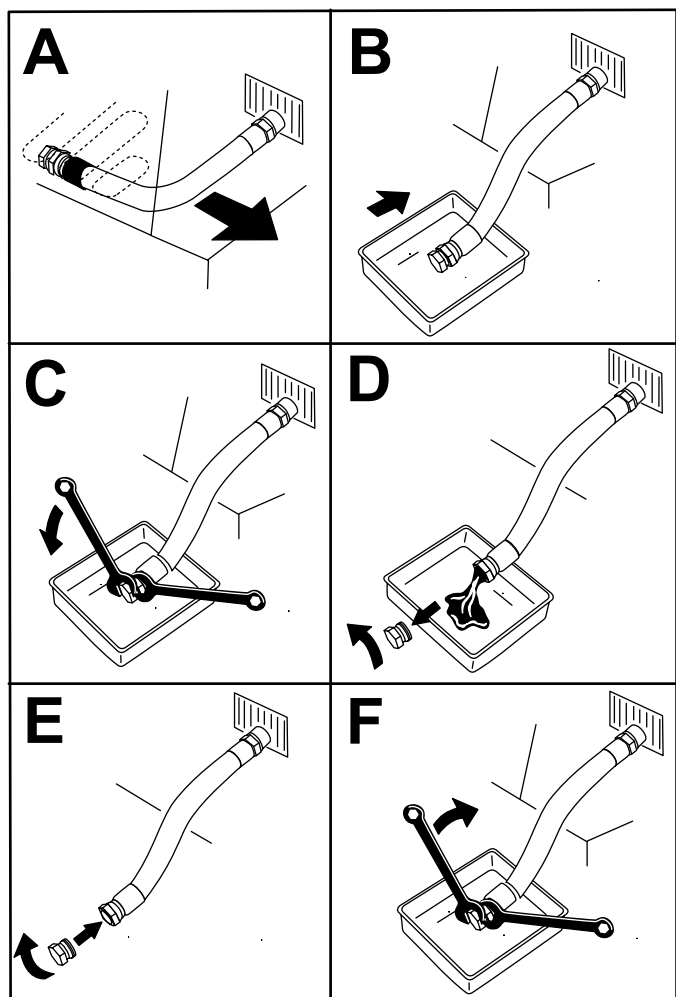

Figure 45
4. Vidangez l'huile moteur (Figure 45).